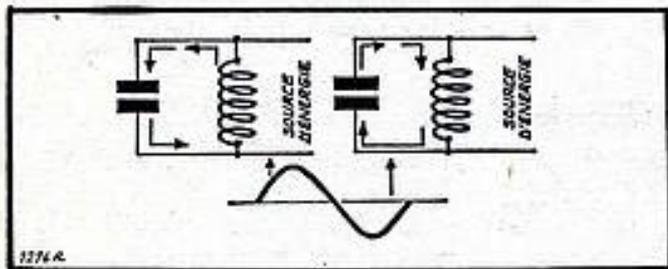

FIG. 1.
**Dans le circuit oscillant :** c'est ici le plein domaine de la radio ; pour qu'un circuit oscille, il faut qu'il soit périodiquement parcouru par un courant allant un certain nombre de fois dans la seconde (fréquence), de gauche à droite et de droite à gauche ; c'est l'image radioélectrique de ce qu'est, mécaniquement, la balançoire. Or, la réunion d'un bobinage (inductance) avec un condensateur (capacité), le tout alimenté par un courant alternatif (source d'énergie) donne la solution cherchée (fig. 1). Le parallèle parfait se retrouve dans le balancier de l'horloge avec sa lentille formant inertie (image de l'inductance), la longueur dudit balancier formant élasticité (capacité), et le tout mécaniquement alimenté par un ressort ou poids (source d'énergie). Moyennant quoi, on a un certain nombre d'oscillations à la seconde, voire 1 seule (fréquence).